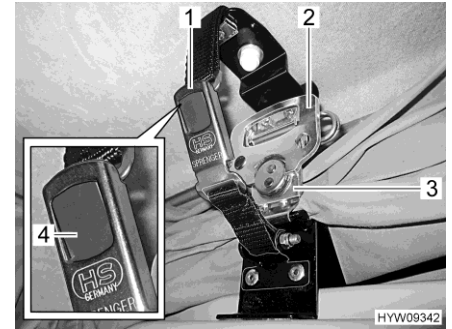

Bild 24 Lås
- Dra snabblåset (Bild 24,3) nedåt på båda sidorna och haka fast dem i hållarplattan.
- Fäll ut och vrid handtaget (Bild 24,2) på snabblåset ett halvt varv medurs.
- Fäll ihop båda delarna på säkerhetslåset (Bild 24,1). Den grå tryckknappen (Bild 24, 4) hakar i.